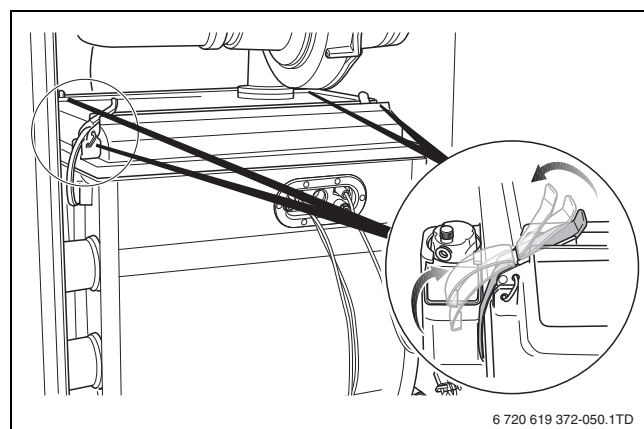

Bild 89 Schnappverschlüsse öffnen
- Die 4 Schnappverschlüsse an der Brennerabdeckung öffnen (→ Bild 89). Die Schnappverschlüsse können unter Spannung stehen.